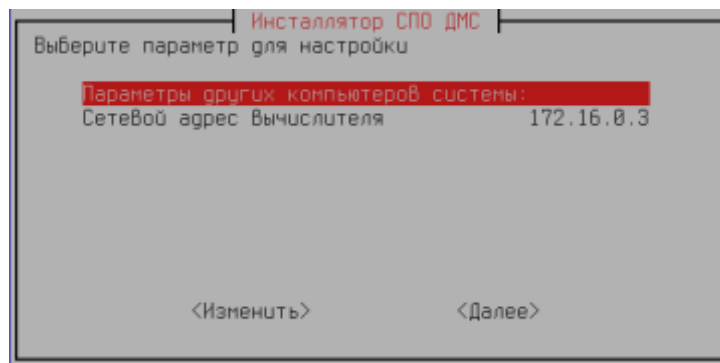

Рисунок 17 — Установка IP-адреса вычислителя
2) Если при наличии функции сервера баз данных АРМ-О не конфигурируется с функцией вычислителя, а также при установке СПО дополнительного АРМ-О, необходимо указать IP-адрес сервера оборудования (вычислителя) (Рисунок 17):